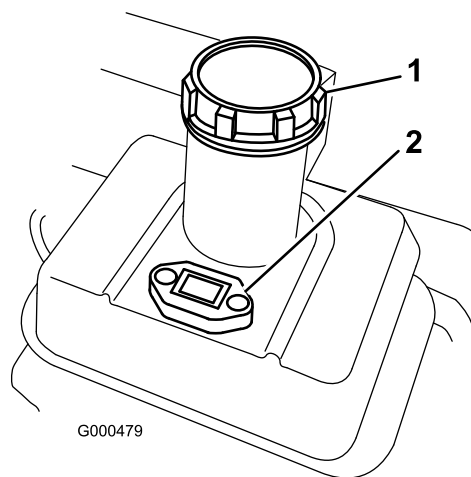

Figura 17
1. Pulite l'area intorno al tappo del serbatoio del carburante e togliete il tappo (Figura 17). Rabboccate il serbatoio carburante con benzina senza piombo, non oltre la base del filtro. Non riempiate troppo.